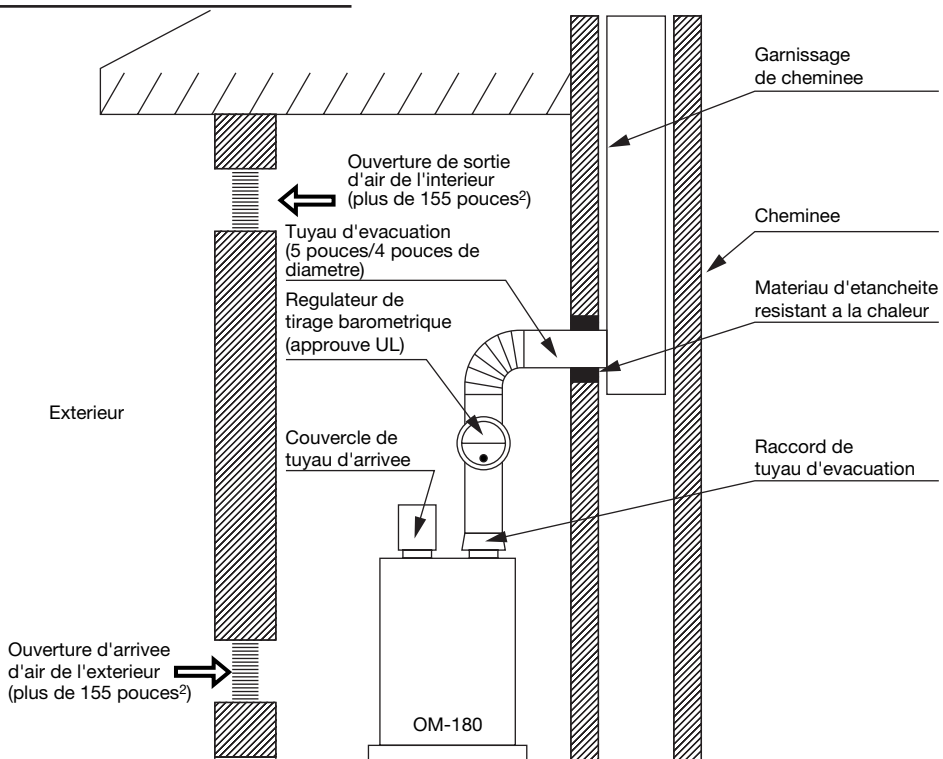

Fig. 1
3. Lorsque l'appareil est installe dans un batiment ordinaire, en briques ou en pierre, l'aeration est suffisante pour la combustion et la ventilation. Dans un espace ferme, cependant, il faudra prévoir des ouvertures d'arrivee d'air et de ventilation. (Voir figure 1).